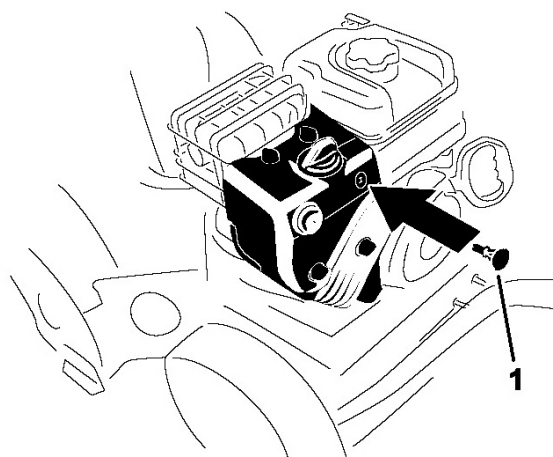

Рисунок 25.
3. Вставьте ключ зажигания (рис. 25).